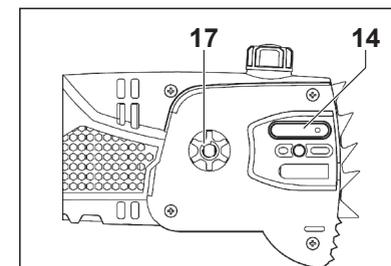

Fig. 34
- > Examinez le trou du réservoir d'huile [14]; s'il est bouché, nettoyez-le afin d'assurer un graissage correct de la chaîne et du guide-chaîne lorsque l'appareil fonctionne. Utilisez pour cela un fil de fer mou assez fin pour être introduit dans le trou de vidange d'huile (fig. 34).